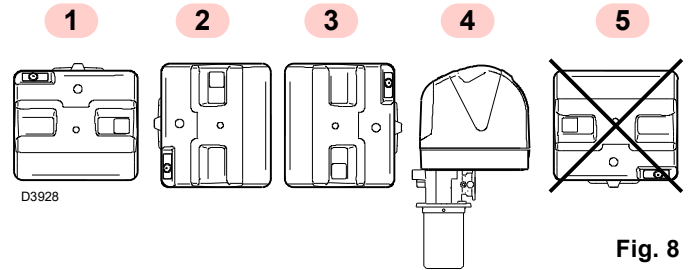

Fig. 8
- El quemador está preparado para funcionar exclusivamente en las posiciones 1, 2, 3 y 4. (Fig. 8).